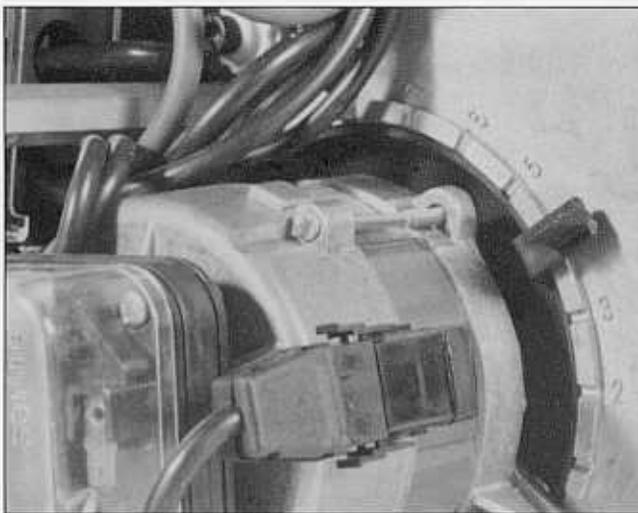

Bild 2: Luftinlaufdüse
2. Veränderung der Gebläsekennlinie durch einstellbare Lufterlaufdüse – Bild 2.
#### Einstellung der Lufterlaufdüse – Bild 2